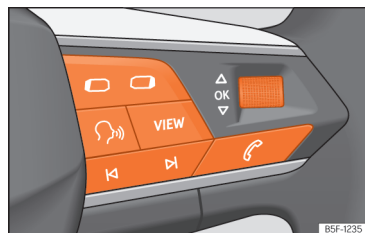

Abb. 12 Rechte Seite des Multifunktionslenkrads: Bedienelemente für die Menüs und Informationsanzeigen im Kombi-Instrument (modellabhängig).
Solange eine Warnung der Priorität 1 vorliegt, » S. 23, kann auf kein Menü zugegriffen werden. Einige Warnmeldungen können über die Taste **OK** am Multifunktionslenkrad bestätigt und ausgeblendet werden » (Abb. 12).
- Falls eine Meldung oder das Fahrzeug-Piktogramm angezeigt wird, drücken Sie die Taste **OK** » (Abb. 12); ggf. mehrere Male.